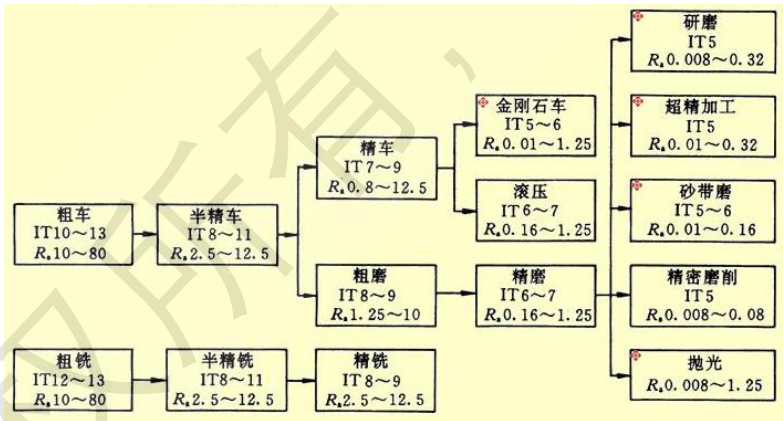

图 9 外圆表面典型加工方法
1、图 4 所示输出轴的材料为 45 钢，左侧与轴承配合部分的尺寸为 $\varnothing 30m6^{+0.021}_{-0.008}$ mm，表面粗糙度要求 Ra0.8 μ m，需进行表面淬火处理。试参考表 1、表 2 和图 9，拟定该部分外圆加工工艺路线，并确定各工序的经济精度、表面粗糙度、加工余量、工序尺寸（基本尺寸以及上下偏差），填入表 3 中。（10 分）